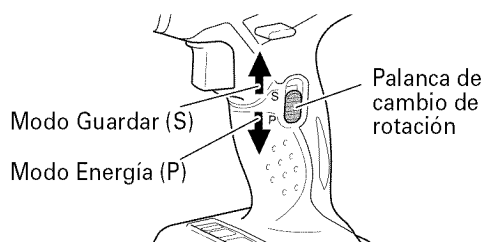

Fig. 9
Tal y como se muestra en la Fig. 9, cuando la palanca de cambio de rotación se desliza hacia el lado inferior, se activa el modo de encendido (P). Y, cuando se desliza hacia el lado superior, se activa el modo de ahorro (S).